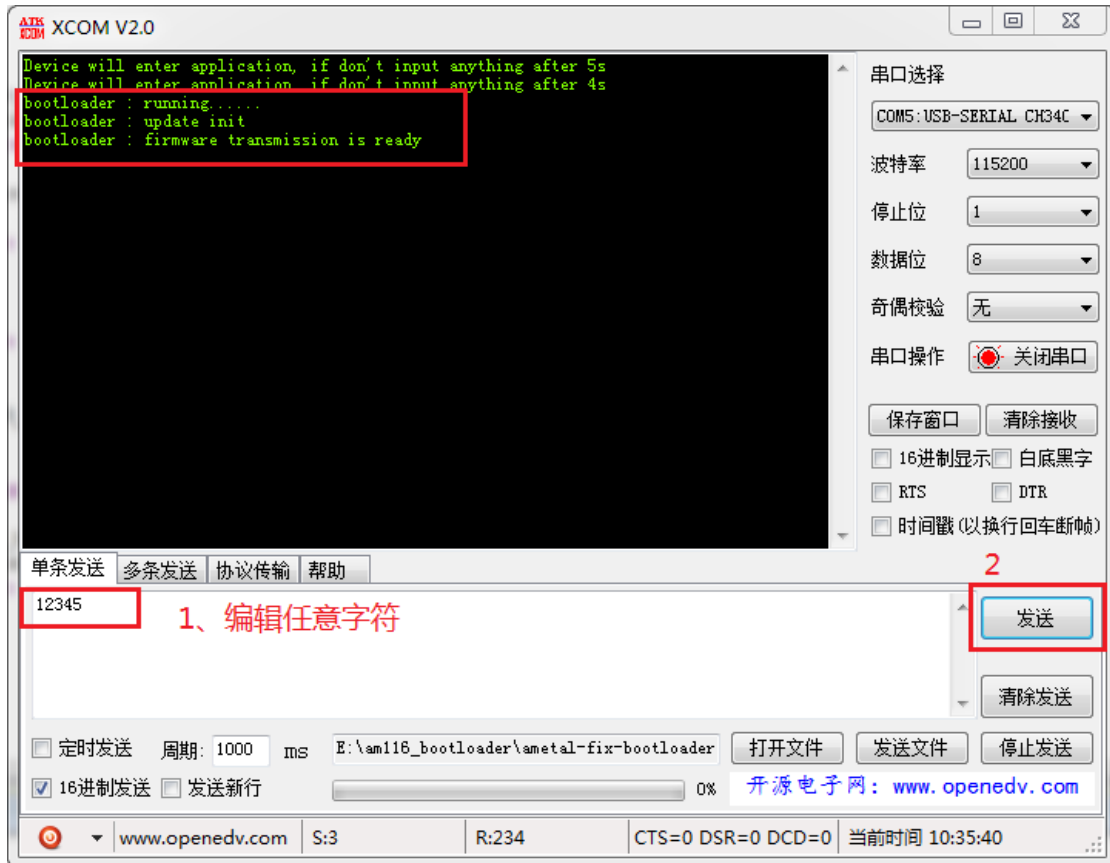

图 16: 开机延时发送任意数据
3、在延时时间内通过串口助手发送任意数据给开发板，bootloader 进入本地升级，当串口助手打印出“bootloader : running.....”，表示进入本地升级模式，接着串口助手会打印出“bootloader : update init”和“bootloader : firmware transmission is ready”，表示已经准备好接收固件，如 图 16 所示。